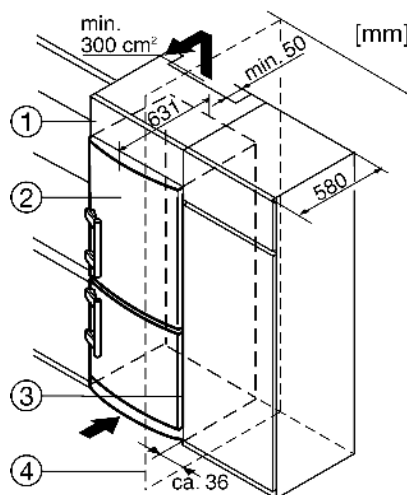

Fig. 9
(1) Дополнительный шкафчик
(2) Устройство
(3) Кухонный шкаф
(4) Стенка
Устройство может быть окружено предметами кухонной обстановки. Чтобы уравнивать устройство *Fig. 9 (2)* по высоте с кухонной стенкой, можно установить над устройством соответствующий дополнительный шкафчик *Fig. 9 (1)*.
При комбинировании с обычными кухонными шкафами (глубина макс. 580 мм) устройство можно установить непосредственно рядом с кухонным шкафом *Fig. 9 (3)*. Дверца устройства выступает по сторонам на 34 мм и по центру устройства на 50 мм относительно передней стенки кухонного шкафа. Поэтому ее можно свободно открывать и закрывать.
Если устройство установлено на шарнирах у стены *Fig. 9 (4)*, то расстояние между устройством и стеной должно быть не менее 36 мм. Настолько выступает ручка при открытой дверце.